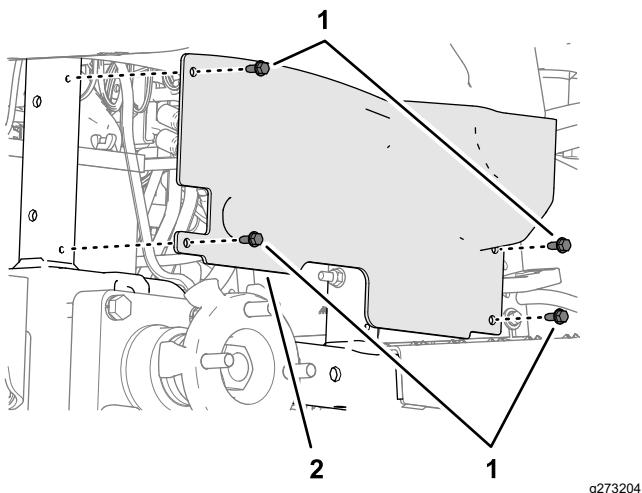

Figure 30
3. Retirez les 4 vis à embase ($\frac{1}{4}$ " x $\frac{5}{8}$ ") qui fixent le panneau de protection de la roue sur le cadre de la machine (Figure 30).
6. Alignez les trous du panneau de protection de la roue et ceux du cadre de la machine (Figure 30), puis fixez le panneau de protection au cadre à l'aide des 4 vis à embase ($\frac{1}{4}$ " x $\frac{5}{8}$ ") que vous avez retirées à l'opération 3.